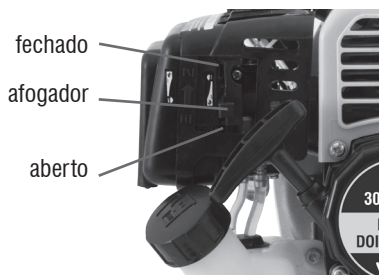

Fig. 7 – Afogador
O afogador é utilizado para promover uma mistura mais rica de combustível no momento da partida. A manopla do afogador deve estar na posição fechada durante a partida do motor. Após a motobomba entrar em funcionamento a manopla deve ser movida lentamente para a posição aberta (fig. 7).
- 1 – Coloque a mangueira de sucção conforme item 4.4 deste manual;
- 2 – Coloque a mangueira de recalque conforme item 4.5 deste manual;
- 3 – Coloque água nos sistema da bomba, conforme mostra o item 4.6 deste manual;
- 4 – Quando o motor estiver frio é necessário utilizar o afogador, para isso coloque o mesmo na posição CLOSE (fechado) (fig. 7);
- 8 – Após o motor aquecer coloque o afogador para a posição aberto lentamente (fig. 7);